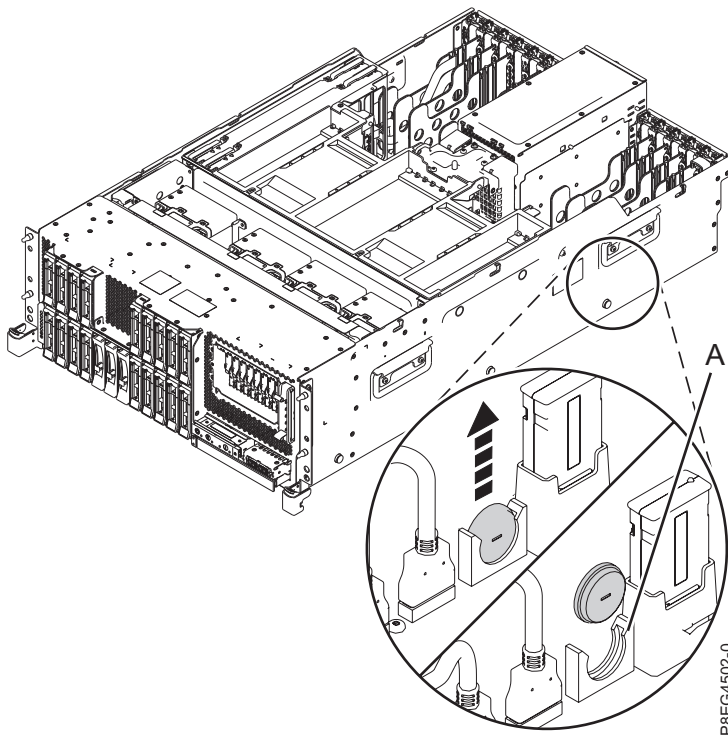

Figure 1. Retrait de la batterie de l'horloge
2. Retirez la batterie de l'horloge de son emplacement (A) sur le fond de panier du système, comme illustré à la figure 1. Veillez à noter l'orientation de la polarité de la batterie pour pouvoir insérer cette dernière dans la même orientation ultérieurement.